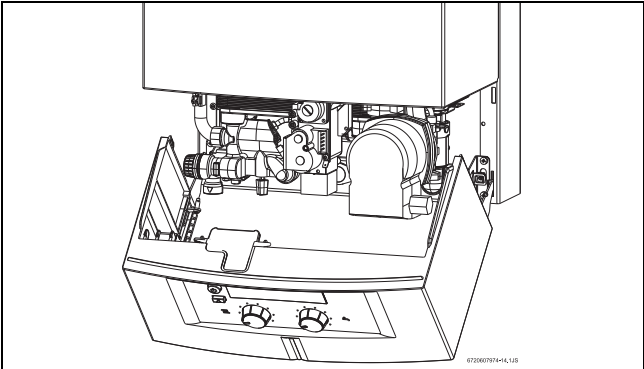

Fig. 27 Posição de serviço para ajustes do gás
- Baixar o painel de comandos para a posição de serviço (ver Fig. 27).
- ▶ Baixar o painel de comandos para a posição de serviço (ver Fig. 27).